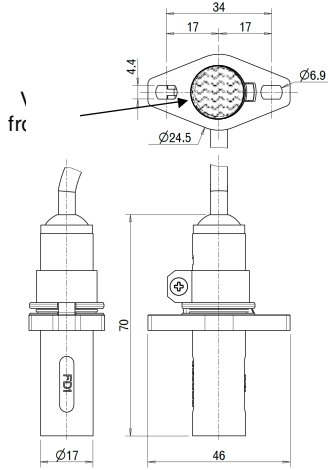

Figura 1
- ▶(a) 1: Vista frontale (figura 1)